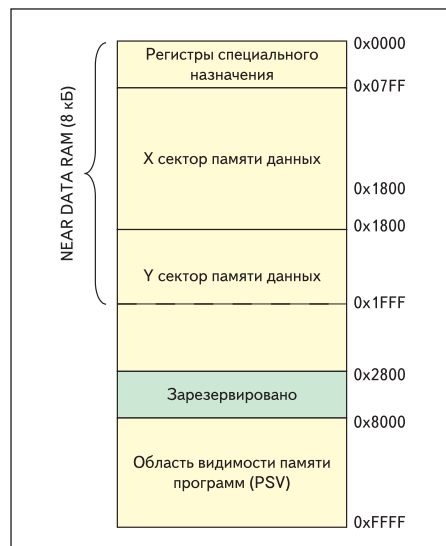

Рис. 2. Карта памяти данных микроконтроллера dsPIC30F6014 (не в реальном масштабе)
- Чтение программной памяти с помощью механизма PSV (Program Space Visibility) — отображения сектора памяти программ в область ОЗУ. Механизм PSV позволяет отобразить любую часть программной памяти объемом 32 кбайт в верхнюю, не реализованную физически область ОЗУ (рис. 2). PSV предоставляет уникальную возможность обращаться к младшим 16 битам программного слова как к динамическим данным — любые инструкции, осуществляющие чтение из ОЗУ, могут использовать
Память данных. Шина адреса данных микроконтроллеров dsPIC30/33 и PIC24F/H позволяет адресовать до 64 кбайт памяти ОЗУ, которая физически выполнена в качестве статической памяти с возможностью байтового доступа. Почти все инструкции, работающие с ОЗУ, имеют спецификатор, указывающий, будет ли осуществляться доступ к слову (16 бит) или к байту. Карта памяти данных микроконтроллера dsPIC30F6014 приведена на рис. 2.
В семействах с DSP-ядром (dsPIC30/33) реализовано два адресных генератора, что позволяет инструкциям DSP-ядра делать две выборки из ОЗУ за один командный такт. Это объясняет разделение области ОЗУ общего назначения на два сектора X и Y (рис. 2). Однако такое разделение не является сегментированием или ограничением — для всех инструкций CPU-ядра сектор ОЗУ общего назначения линейен.
- прямая адресация, адрес операнда указывается непосредственно в операционном слове инструкции. Операнд должен быть расположен в области Near Space (первые 8 кбайт ОЗУ, рис. 2):